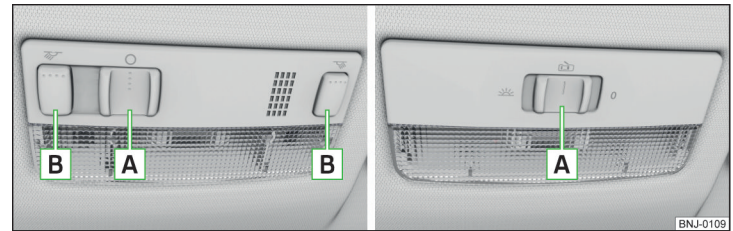

Abb. 45 **Bedienung der Leuchte vorn: Variante 1 / Variante 2**
Stellungen des verschiebbaren Leuchterschalters **A** » Abb. 45
- Ein-/Ausschalten (durch Drücken des jeweiligen Schalters **B**) » Abb. 45**